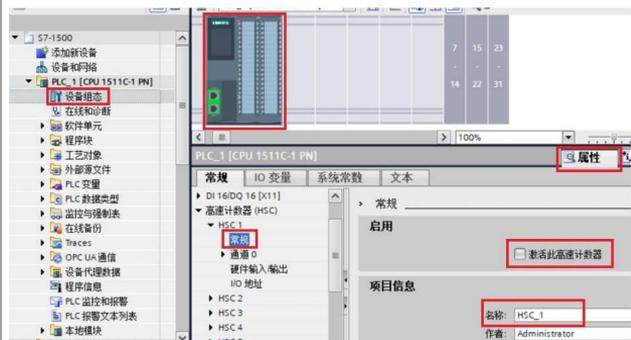

图 21-2 启用高速计数器步骤
如图 21-2 所示，启用高速计数器步骤：①\_\_\_\_\_，②\_\_\_\_\_，③\_\_\_\_\_，④\_\_\_\_\_，⑤\_\_\_\_\_，⑥\_\_\_\_\_。